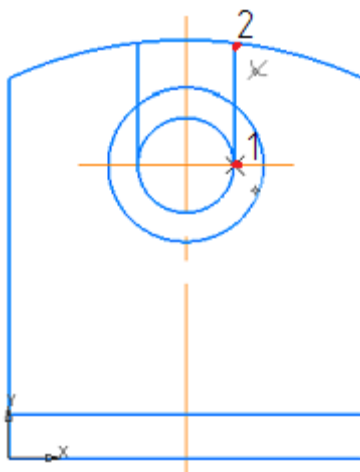

Рисунок 10
- Укажите две пары точек, используя привязки Ближайшая точка и Пересечение (рисунок 10)